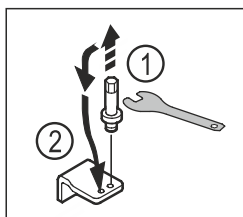

Fig. 22
- ▶ Keerake alumise laagripuki polt väliskuuskantvõtmega VM5 välja. Fig. 22 (1)
- ▶ Pange polt vastasküljel sisse. Fig. 22 (2)